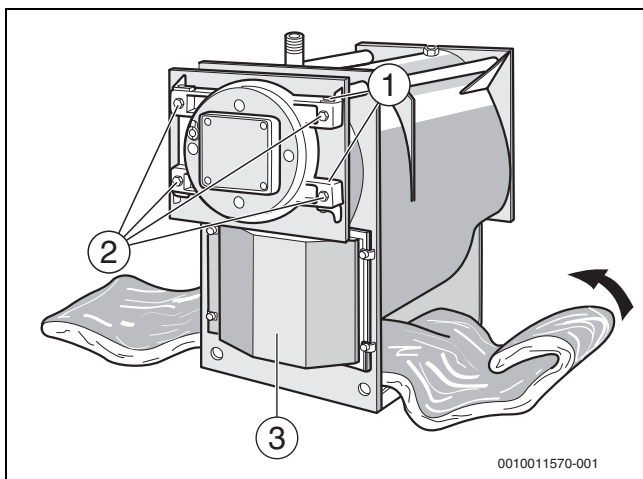

Fig. 9 Împingeți izolația termică sub cazan
- ▶ Asigurați-vă că ambele bolțuri de balama sunt fixate (→ fig. 9, [1], pagina 17).
- ▶ Desprindeți șuruburile ușii [2] și rabatați ușa camerei de ardere (→ fig. 9, pagina 17).
- ▶ Închideți ușa camerei de ardere și asigurați-o cu șuruburile pentru ușă [2] (→ fig. 9, pagina 17).